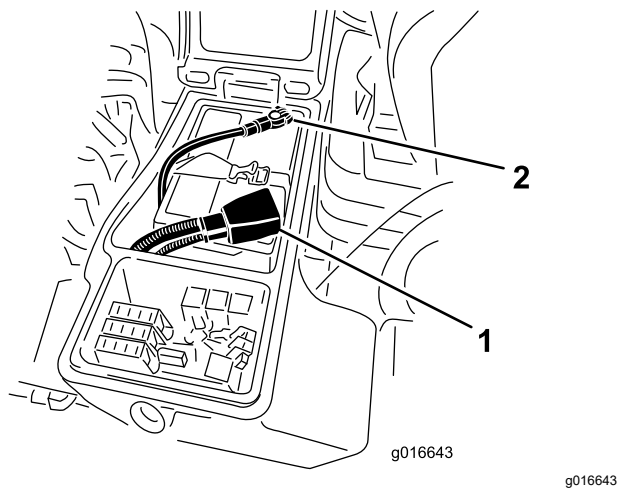

Рисунок 122
3. Отсоедините отрицательный кабель аккумулятора (Рисунок 122).